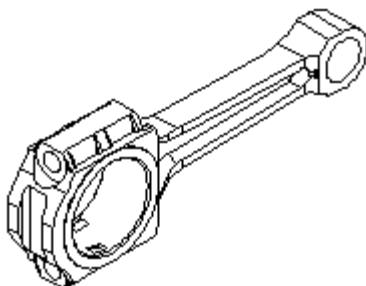

Рис. 12.7. Изображение со скрытыми линиями, подготовленное для печати
- Просмотрите результаты настройки печати, нажав кнопку **Preview** (Просмотр). В окне просмотра появится изображение со скрытыми линиями заднего плана, показанное на рис. 12.7.